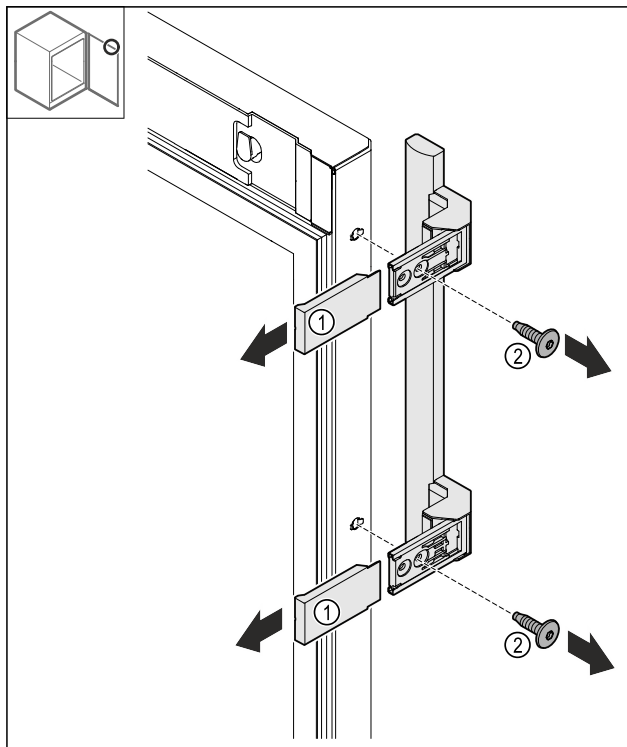

Fig. 19
- ▶ Afdekkingen Fig. 19 (1) wegtrekken.
- ▶ Schroeven Fig. 19 (2) losmaken.